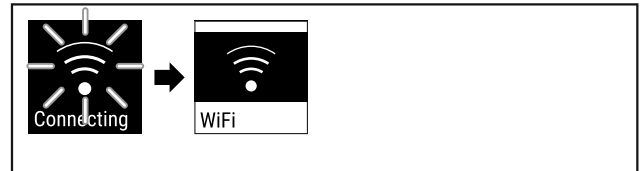

Fig. 86
- ▶ Πραγματοποιείται σύνδεση (βλέπε Fig. 86).